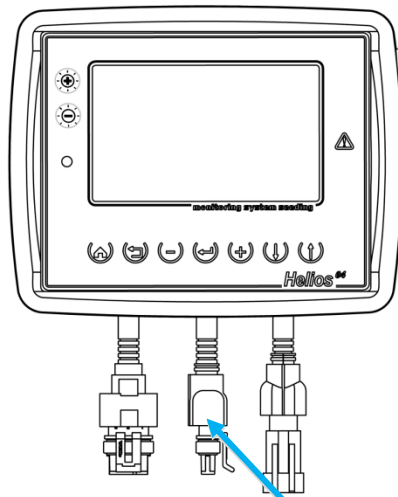

Рисунок 21 Кабельный ввод жгута связи
1. Отключить все датчики высева от кабельного ввода жгута связи на панели оператора (четырёхконтактный разъем, см. "Рисунок 21").
2. Датчик, которому нужно установить новый программный адрес, подключить к кабельному вводу жгута связи на панели оператора (см. "Рисунок 21").